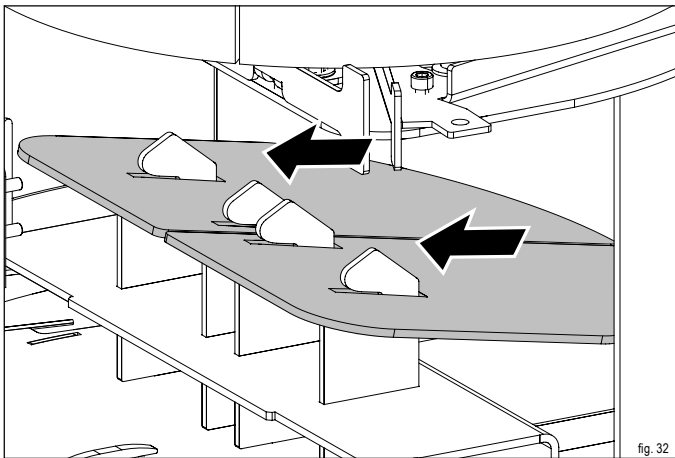

fig. 32
- ▶ Spingere in alto i deflettori per allentarli dal supporto (fig. 32).